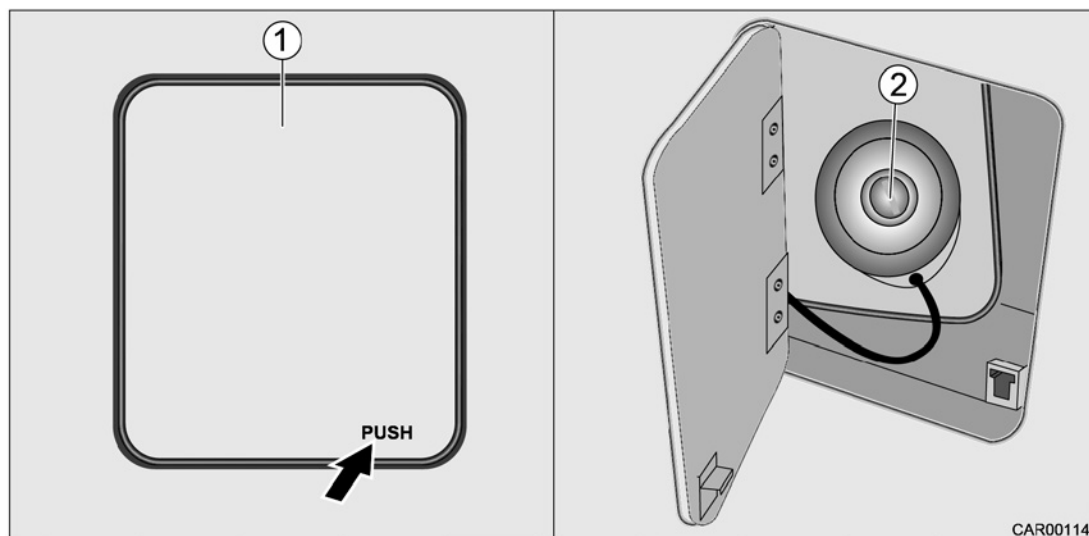

Fig. 27 Bouchon de carburant
1. Ouvrir le bouchon de carburant (Fig. 27/1). Pour cela appuyer sur le coin inférieur de droite avec l'inscription « PUSH ». Le clapet s'ouvre.
2. Ouvrir la serrure du réservoir (Fig. 27/2).
3. Fermer le clapet du bouchon de carburant (Fig. 27/1). Pour cela appuyer sur le coin inférieur de droite avec l'inscription « PUSH » et faire encliqueter le clapet.